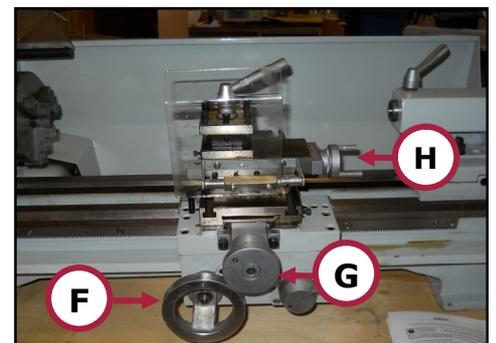

Figura 16 – Volantini carrello porta utensili.
7. Regolare la posizione del carrello e delle slitte porta utensile, utilizzando le leve ed i volantini appositi (figura 16).
9. Regolare la posizione del carrello utilizzando l'apposito volantino (F, figura 16).